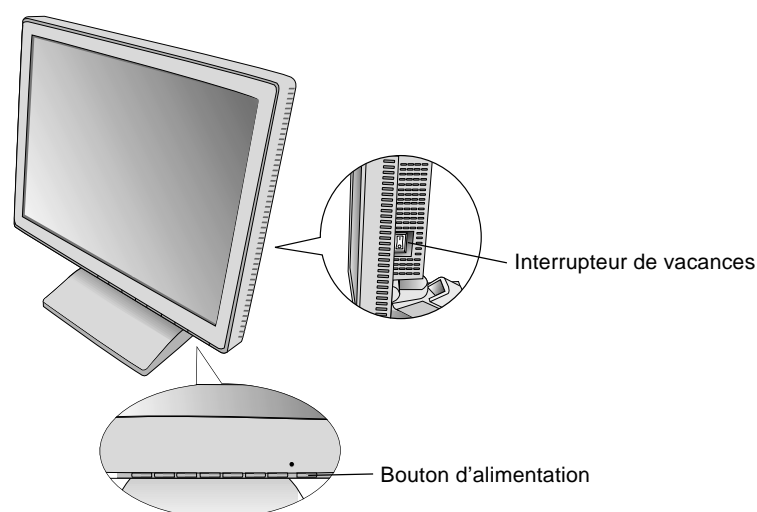

Figure D.1
6. L'interrupteur de vacances sur le coté droit du moniteur doit être mis (**Figure D.1**) en marche. Allumez le moniteur avec le bouton d'alimentation et l'ordinateur.